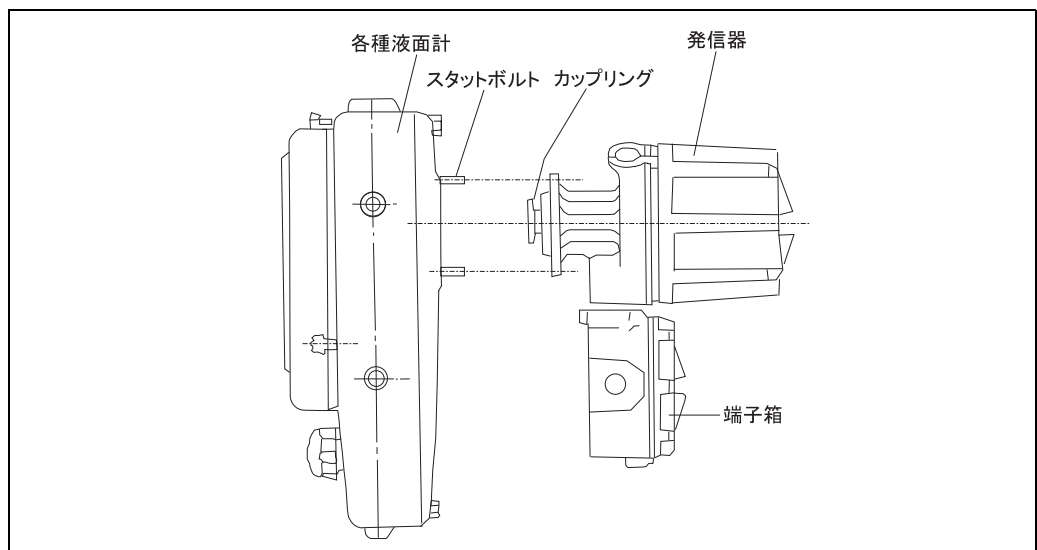

図 6: 液面計への取付け
2. 図6のように液面計裏蓋にスタッドボルトをネジ込み、取付けます（ネジ部の短い方が液面計側）。